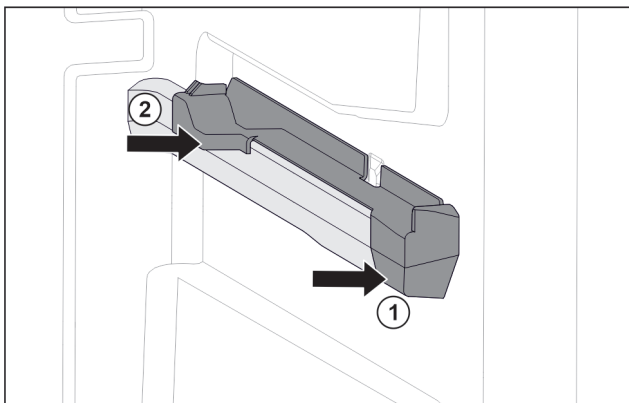

Fig. 97 Aufsteckteil auf der rechten Behälterrippe
- ▶ Aufsteckteil vorne an Behälterrippe ansetzen. Fig. 97 (1)
- ▶ Aufsteckteil hinten andrücken. Fig. 97 (2)